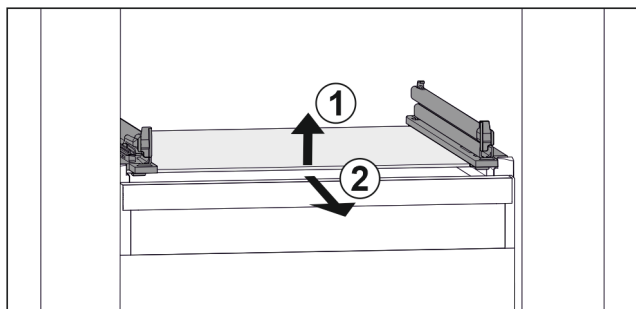

Fig. 51 Exemple de représentation de la tablette en verre
- Soulever la tablette en verre par l'avant. Fig. 51 (1)
- Retirer la tablette en verre par l'avant. Fig. 51 (2)